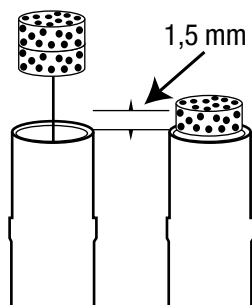

Figure 3
4. Porter des gants propres et secs et placer un nouveau filtre dans l'embout porte-pointes (voir figure 3).